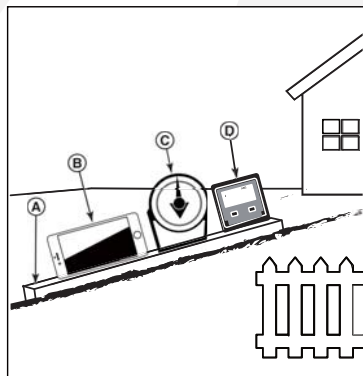

Fig. 1
1. Use un borde recto de al menos sesenta (60) centímetros de largo (A, Fig. 1). Un 2x4 o una pieza recta de metal funcionan muy bien.
- a. **Use su teléfono inteligente:** Muchos teléfonos inteligentes (B, Fig. 1) tienen un inclinómetro (buscador de ángulos) situado bajo la aplicación (app) de brújula. Si no, puede buscar una app inclinómetro en la tienda de aplicaciones.
- b. **Use herramientas buscadoras de ángulos:** Las herramientas buscadoras de ángulos (C y D, Fig. 1) se encuentran disponibles en las ferreterías locales u online (también se conocen como inclinómetro, transportador, medidor de ángulo o indicador de ángulo). Sirven tanto tipo dial (C) como tipo digital (D), otros tal vez no sirvan. Lea y obedezca las instrucciones proporcionadas con la herramienta buscadora de ángulos.
3. Coloque el borde recto de sesenta (60) centímetros a lo largo de la parte más empinada de la pendiente del césped. Coloque la tabla arriba y abajo de la pendiente.